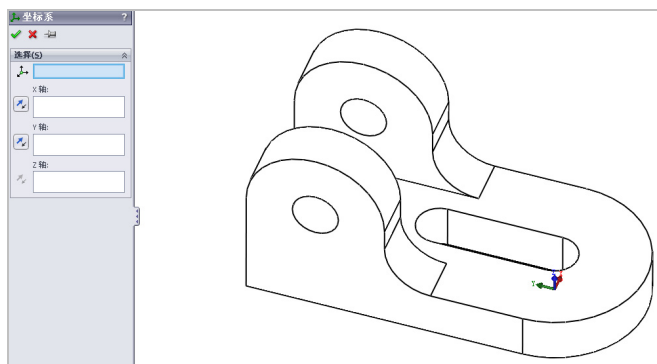

图 4-39 弹出【坐标系】属性管理器
(3) 弹出【坐标系】属性管理器，保持默认参数，如图 4-39 所示。